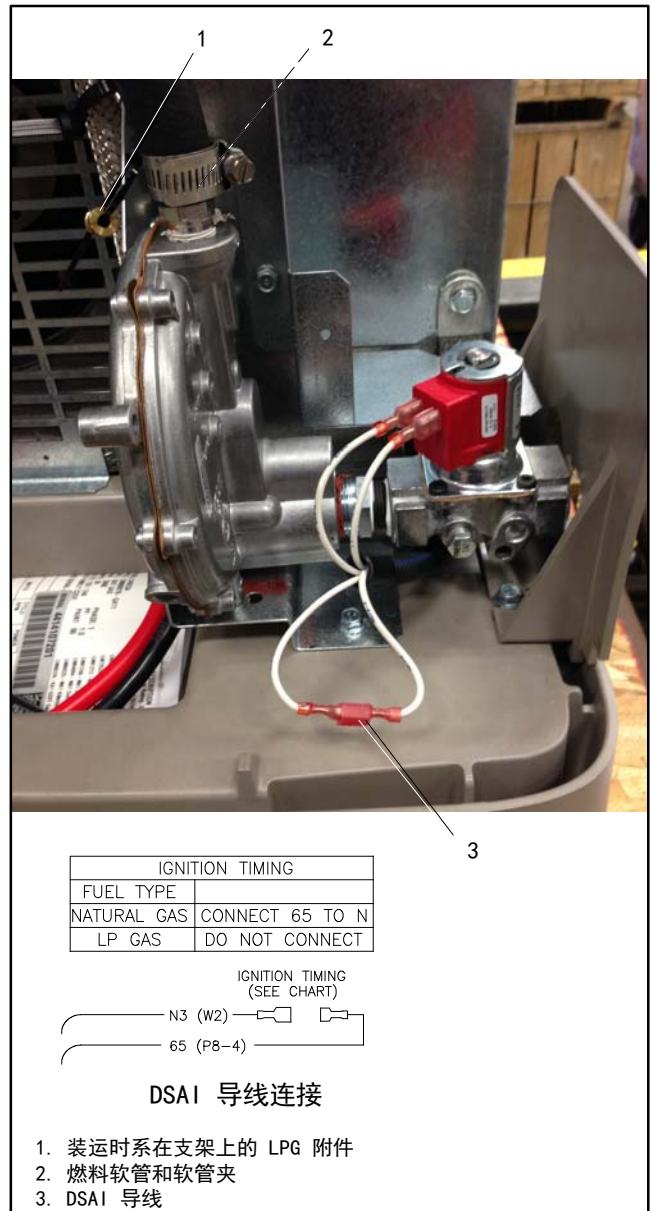

图 1-11 发运时的燃料系统, (14RESA/RESAL 型, 2014年6月26日之后制造)
2014年6月26日以及之后制造的 14RESA/RESAL 型发电机未配备燃料块。这些装置在燃料调节器的软管附件中安装了燃料孔板附件。有关燃料转换, 请参阅图 1-11, 并使用本章节的说明。
该装置在发运时已通常为天然气安装好, 并在燃料电磁阀旁边有一个 LPG 配件。要转换为 LPG, 请按照以下说明卸下 NG 附件并安装 LPG 附件。有关燃料系统组件位置, 请参阅图 1-11。
5. 从软管附件上卸下软管夹和燃料软管。请参阅图 1-11。
9. 断开 LPG 的数字提前点火装置 (DSA1) 导线 65 和 N3。DSA1 导线位于燃料电磁阀旁边。请参阅图 1-11。